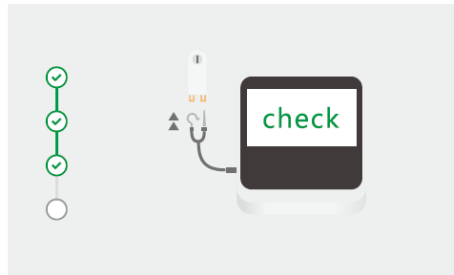

Fig.35 Connect tester
- Conecte el clip de archivo y el clip de labios (o un segundo clip de archivo) a las tiras de contacto del probador como se muestra en la pantalla (Fig. 35).